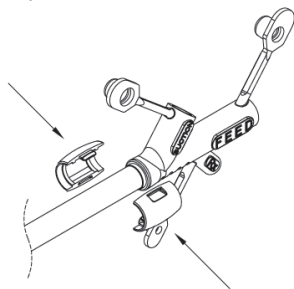

図1
- (4) 内視鏡を挿入し、胃を拡張させ、既設の胃瘻カテーテルの位置を確認する。
- (5) 水溶性の潤滑用ゼリーを TTP J チューブのチューブ外側に塗布する。
- (6) 胃を拡張させ、既設の胃瘻カテーテルの胃壁側のパンパ部を内視鏡で確認しながら、既設の胃瘻カテーテルの内腔に TTP J チューブを挿入し、その先端チップとスーチャが胃内部に入るまで前進させる。
- (7) 滅菌済み生検鉗子(本品には含まれない)又は止血用クリップ(本品には含まれない)を内視鏡の鉗子チャンネルに通し、TTP J チューブの先端側のスーチャを把持する。
- (8) TTP J チューブと内視鏡は、幽門部と十二指腸を通り、トライツ靭帯まで又はそれを超えるまで前進させる。
- (9) TTP J チューブが胃内部で湾曲していないことを確認するために、生検鉗子又は止血用クリップでスーチャを把持したまま、慎重に TTP J チューブを引き戻し調整する。
- (10) スーチャを生検鉗子から開放するか、又は止血クリップで空腸壁にスーチャを留め、慎重に内視鏡を引き抜き、TTP J チューブを留置する。
- (11) 内視鏡を引き抜き終わったら、TTP J チューブのハブアダプタを既設の胃瘻カテーテルに装填し、しっかりと固定する。
- (12) TTP J チューブのハブを押さえながら、スタイレットを慎重に TTP J チューブから引き抜く。
- (13) TTP J チューブの位置をエックス線透視下で確認する。
- (14) TTP J チューブのハブコネクタの上から既設の胃瘻カテーテルを図 1 の矢印方向にリテンション・リングで挟み込み固定する。
- (8) 水溶性の潤滑ゼリーを TTP J チューブのチューブ外側に塗布する。
- (9) 体外で TTP J チューブをガイドワイヤに通す。
- (10) ガイドワイヤの位置を保持しながら、既設の胃瘻カテーテルに通したガイドワイヤに沿って TTP J チューブを胃内に挿入する。続いて TTP J チューブのハブアダプタが既設の胃瘻カテーテルに装填できる位置まで TTP J チューブを前進させる。
- (11) TTP J チューブのハブアダプタを既設の胃瘻カテーテルにしっかりと固定する。
- (12) 生検鉗子からガイドワイヤを開放し、TTP J チューブの留置位置が移動しないようにガイドワイヤをゆっくり引き抜く。TTP J チューブが胃内でループ状になっていないことを確認する。
- (13) TTP J チューブのハブを保持しながら、慎重にスタイレットを TTP J チューブから引き抜く。
- (14) TTP J チューブの位置が維持されていることを確認しながら、生検鉗子を引き抜く。
- (15) 必要に応じ、TTP J チューブのスーチャを止血クリップで空腸壁に固定しておく。
- (16) TTP J チューブの位置が維持されていることを確認しながら、内視鏡をゆっくり引き抜く。
- (17) TTP J チューブの位置をエックス線透視下で確認する。
- (18) TTP J チューブのハブコネクタの上から既設の胃瘻カテーテルを図 1 の矢印方向にリテンション・リングで挟み込み固定する。
- (19) 滅菌水でポートをフラッシングする。
- (20) スタイレットに付いているバードコネクタには、ルアロックタイプのシリンジを接続でき、ボラス栄養投与を行うことができる。